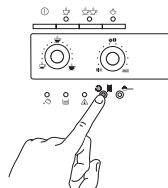

Figura 29
- Premere e tenere premuto il pulsante   per almeno 5 secondi (Figura 29). Il pulsante si illuminerà ad indicare l'avvio del processo di decalcificazione (le spie  e  rimangono spente per segnalare che non è possibile preparare espresso o caffè lungo).